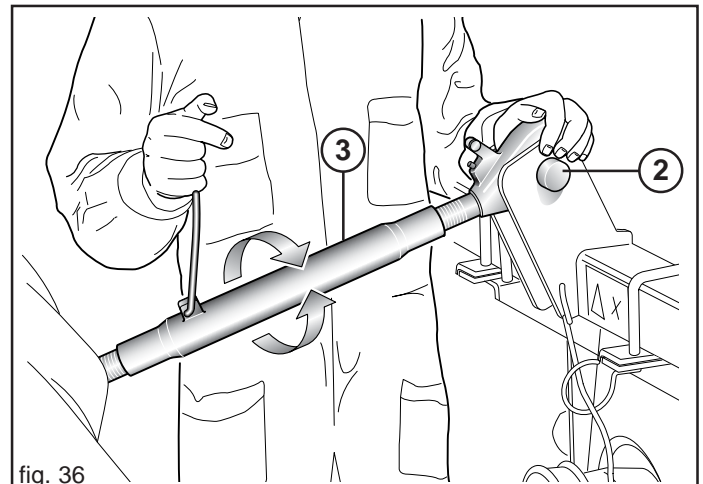
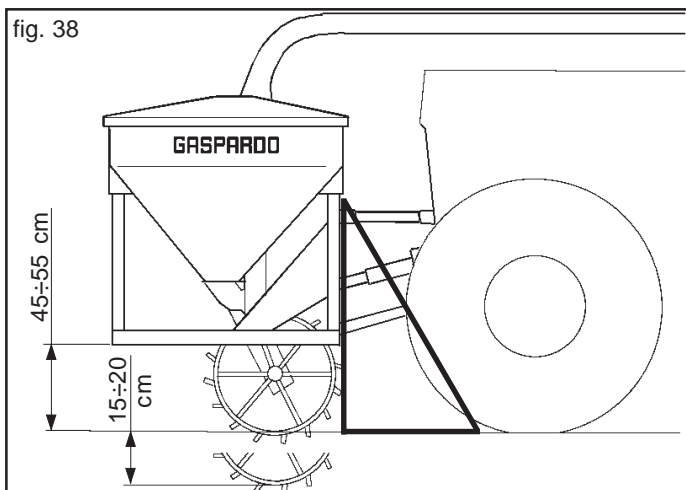

fig. 36
fig. 38
- 2) Den oberen dritten Punkt (2, Abb. 36) ankuppeln. Der Stift muß durch seinen Splint blockiert werden; mit der Einstellzugstange (3, Abb. 36) die Maschine senkrecht zum Boden ausrichten (Abb. 38).
- 5) Das Frontanbaugerät anheben und die Stützfüße abnehmen. Das Antriebsrad muß sich einwandfrei drehen können, hierzu die Höhe des Anbaugeräts bei Arbeitsstellung einstellen (45 bis 55 cm, Abb. 38). Diese Einstellung muß während des gesamten Sävorgangs konstant beibehalten werden.
- 6) Bei der Arbeit muss garantiert sein, dass das Antriebsrad auf dem Boden aufliegt. Die auf Abbildung 42 angegebenen Kettenglieder (C) verwenden, um eine Ausschlagweite von zirka 15÷20 cm (Abb. 38) zu erhalten.